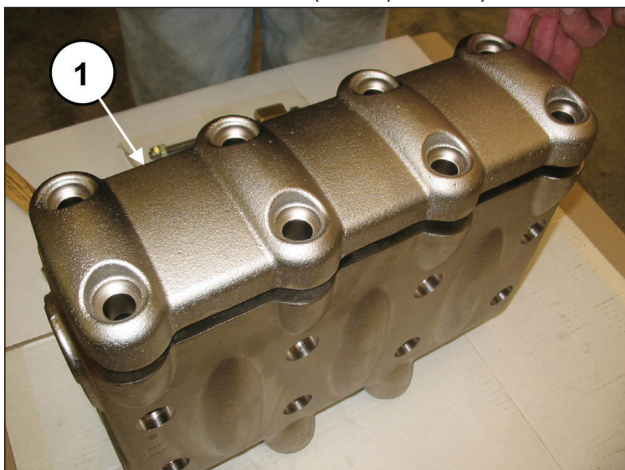
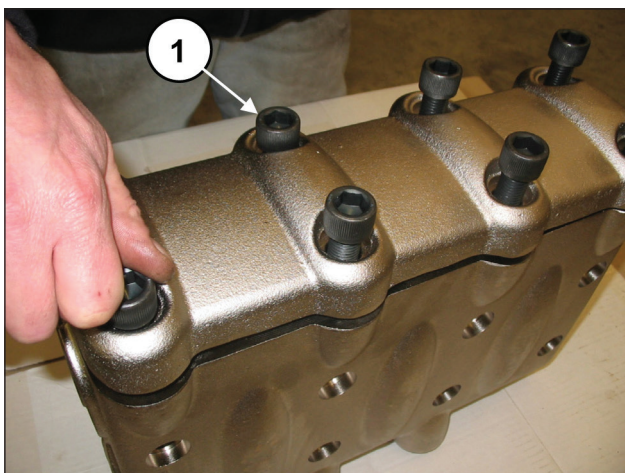

Рис. 115
Рис. 116
После завершения монтажа клапанных узлов и пробки клапана установите крышку клапанов (поз. ①, Рис. 115) и закрутите 8 винтов M16x55 (поз. ①, Рис. 116).